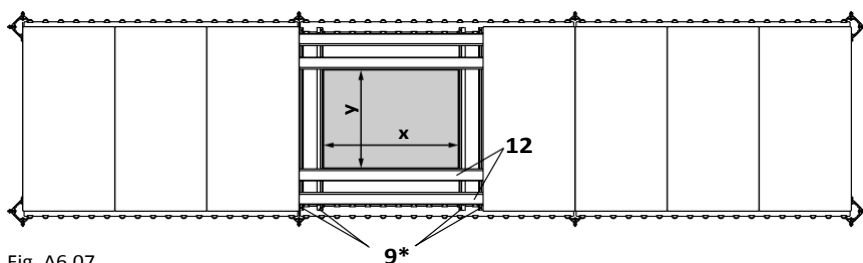

Fig. A6.07
Поставете челната гредка SRT-2 150 (9*) в окачено положение. Положете гредката SPH 150 (12) на плоската страна. За допустимата ширина на влияние на гредката SPH, виж таблица A6.02 на следващата страница. (Fig. A6.07 + A6.08)